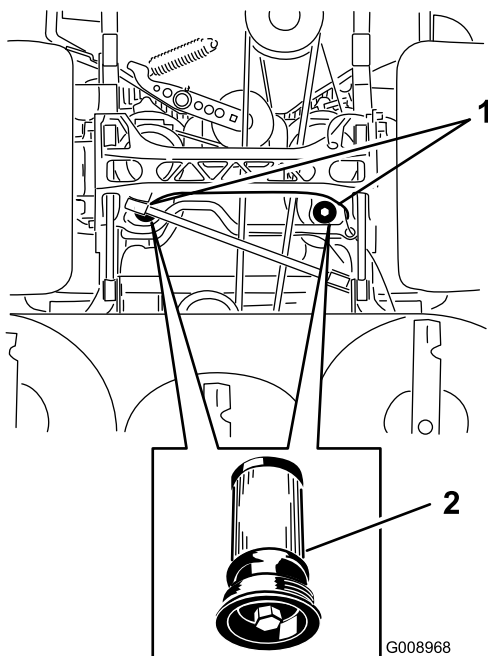

Figura 84
5. Coloque un recipiente debajo del filtro, retire el filtro usado y limpie la superficie (Figura 84).
6. Aplique una capa fina de aceite hidráulico a la junta de goma del filtro nuevo (Figura 84).